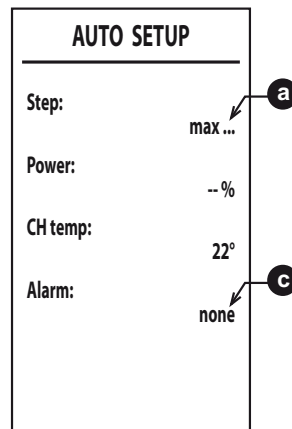

fig. 39
6. După aprindere, arzătorul se poziționează pe diferitele puteri (max, med, min) indicate de punctul **a** (fig. 39).
apare mesajul **max_err** la punctul **a** și un cod de eroare la punctul **c** (fig. 39).